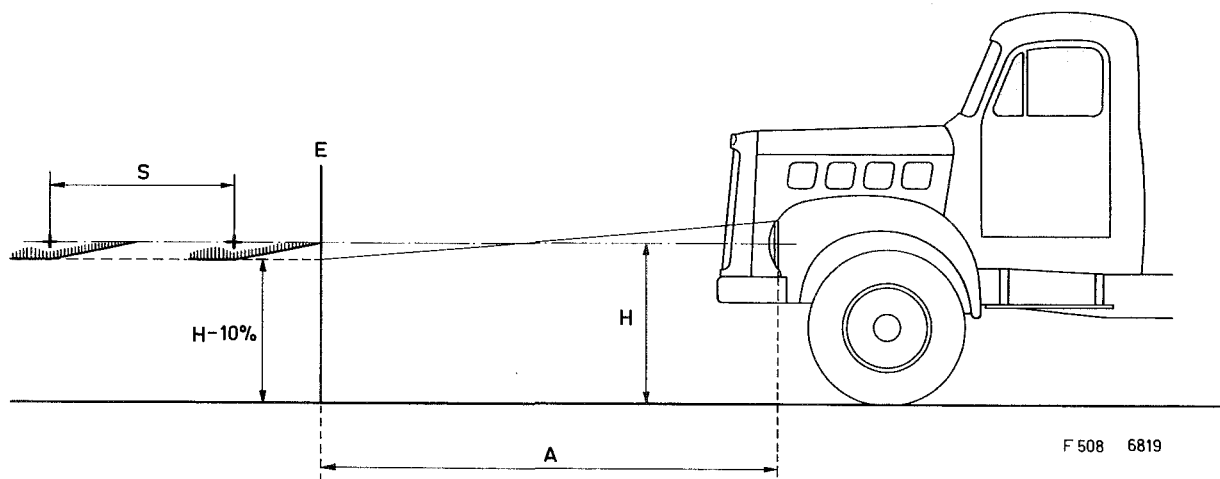

Abb. 508 Einstellen der Abblendlichter und Scheinwerfer
Wird die Einstellung mit Hilfe eines mindestens 1 m breiten Schirms vorgenommen, so muss sich dieser bei unbelastetem Fahrzeug 3 m (A) und bei belastetem Fahrzeug 5 m (A) vor den Scheinwerfern befinden. Die Hell-Dunkel-Grenze (ohne Berücksichtigung des zentralen Strahlenbündels) muss 10% unter der Höhe (H) liegen. Die Asymmetrie besteht darin, dass die Hell-Dunkel-Grenze vom optischen Mittelpunkt des Scheinwerfers aus nach links horizontal und nach rechts in einem Winkel von 15° nach rechts oben verläuft. Es ist beim Einstellen ganz besonders darauf zu achten, dass vom rechten asymmetrischen Licht keine Strahlen auf die linke Fahrbahnhälfte fallen. (Siehe Abb. 508).